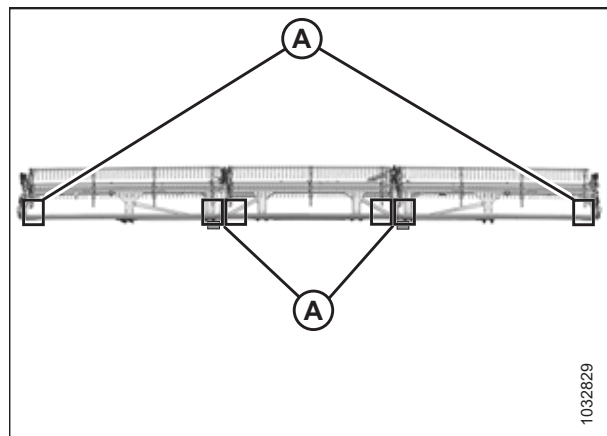

Abbildung 4.264: Messstellen an FlexDraper® Schneidwerk mit dreiteiliger Haspel
- Schneidwerke mit dreiteiliger Haspel: Abbildung 4.264, Seite 742